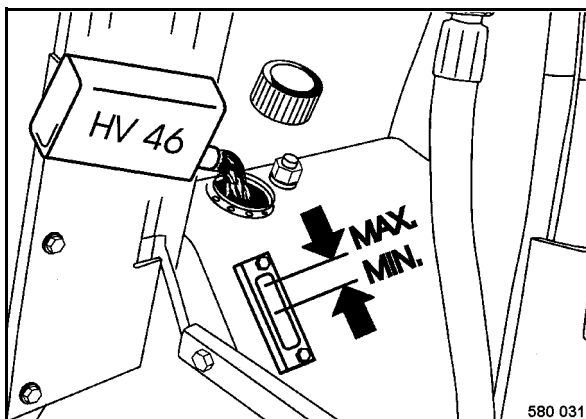

fig. 94
- Vérifier le niveau du réservoir d'huile hydraulique au regard (fig. 94).